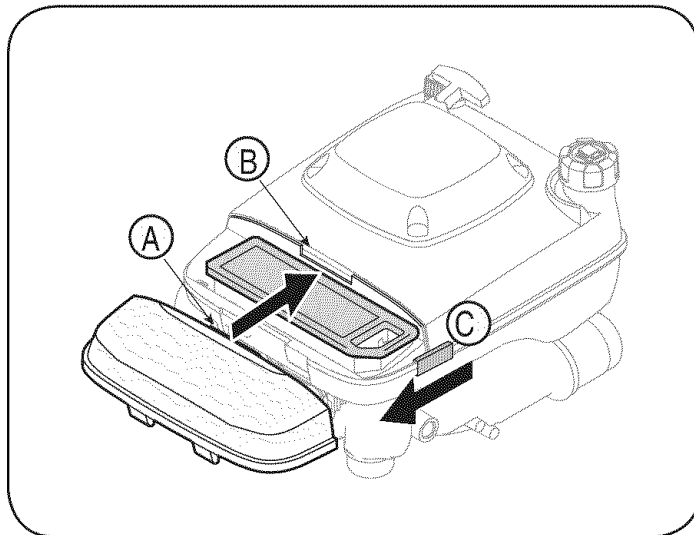

Figura 15
2. Vuelva a instalar la caja del filtro de aire en el cuerpo del filtro; para hacerlo, en primer lugar inserte la parte saliente (A) sobre el borde de la caja del filtro de aire dentro de la ranura (B) del cuerpo del filtro de aire. Vea la Figura 15.
3. Deslice los sujetadores (C) hacia la caja del filtro de aire, ajuste con firmeza juntos la caja y el cuerpo del mismo.